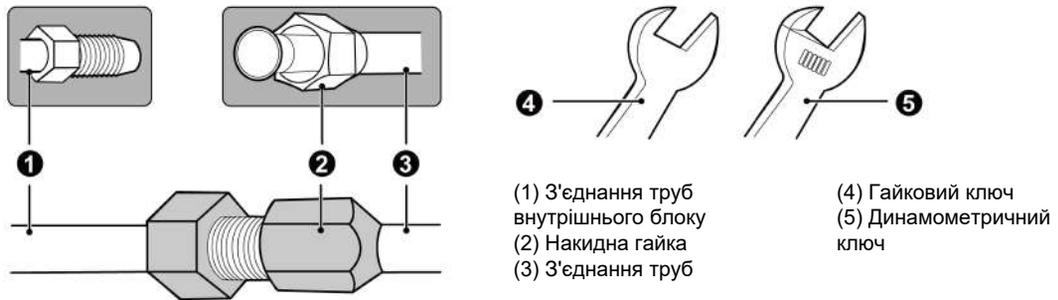

Рис.4.2
- (1) Направте розвальцьований отвір мідної труби на центр різьбового з'єднання, а потім затягніть конусну гайку вручну, як показано на рис.4.2.
- (2) Затягніть конусну гайку динамометричним ключем.